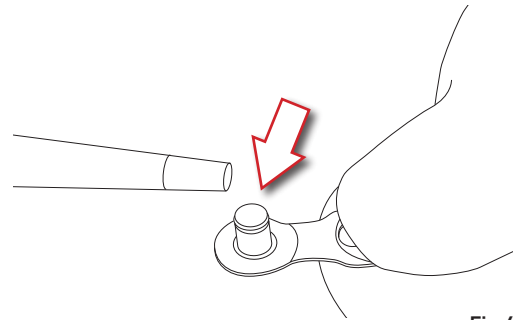

Fig.6
- Lubrificate i perni della C-Link™ utilizzando un lubrificante specifico per catene (Fig. 6).